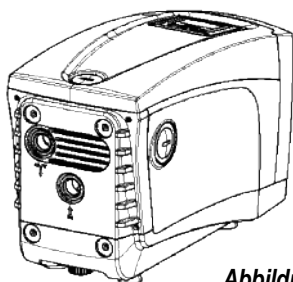
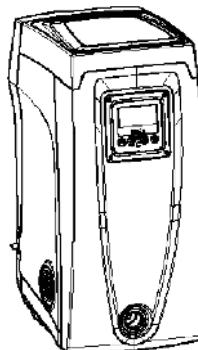

Abbildung 4
Abbildung 5
- Das Gerät kann mit 2 verschiedenen Konfigurationen installiert werden: horizontal (Abb.4) oder vertikal (Abb.5). (Fig.5).